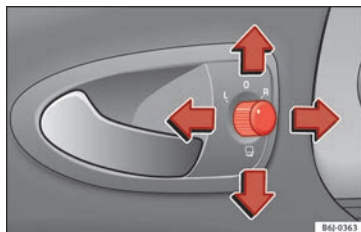

Fig. 139 Mando de los retrovisores exteriores.
1. En primer lugar, gire el mando » **fig. 139** hasta la posición **L (retrovisor izquierdo)**.
- Gire el mando » **fig. 139** hasta la posición para plegar los retrovisores exteriores. Para evitar daños en el vehículo, debería